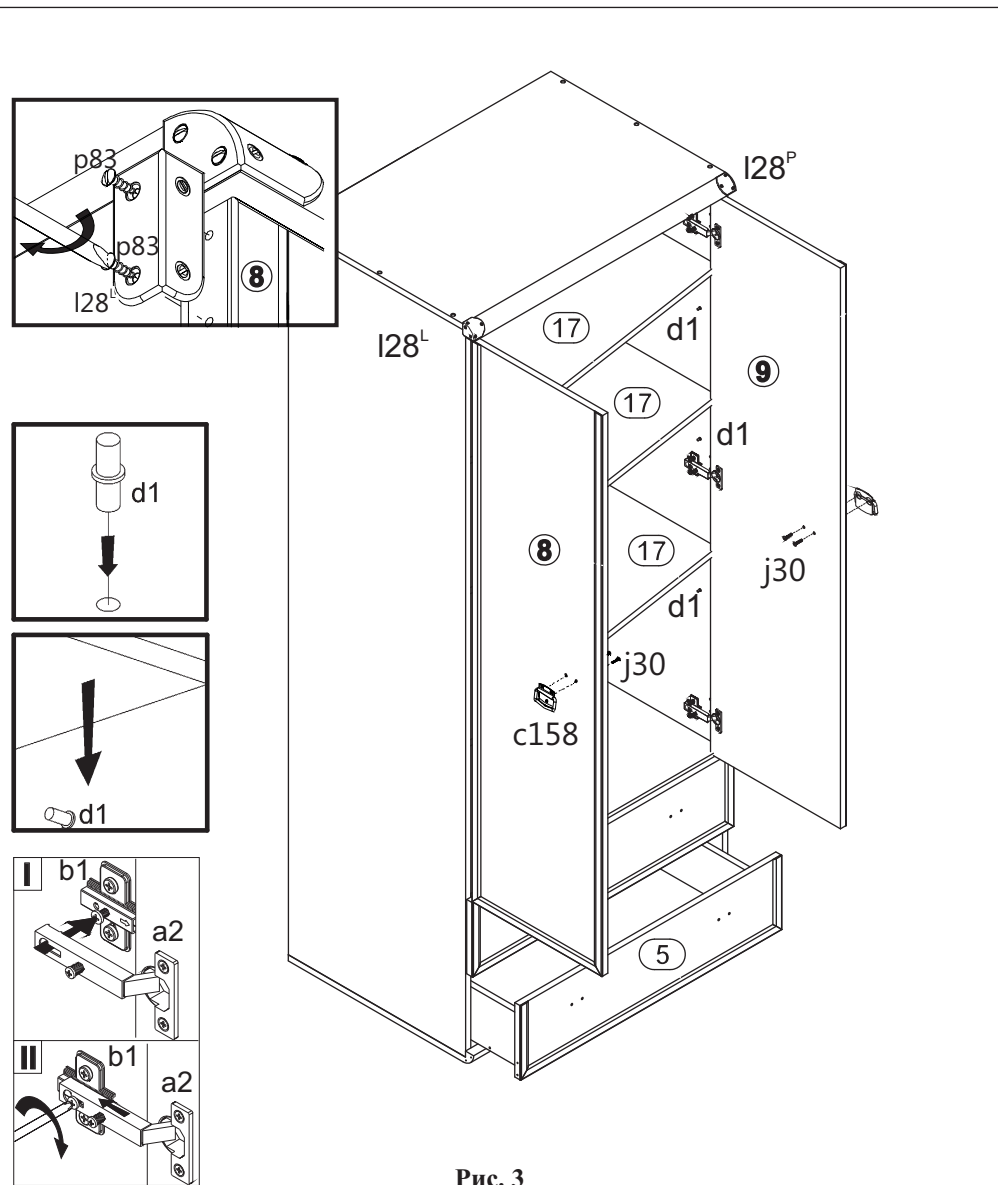
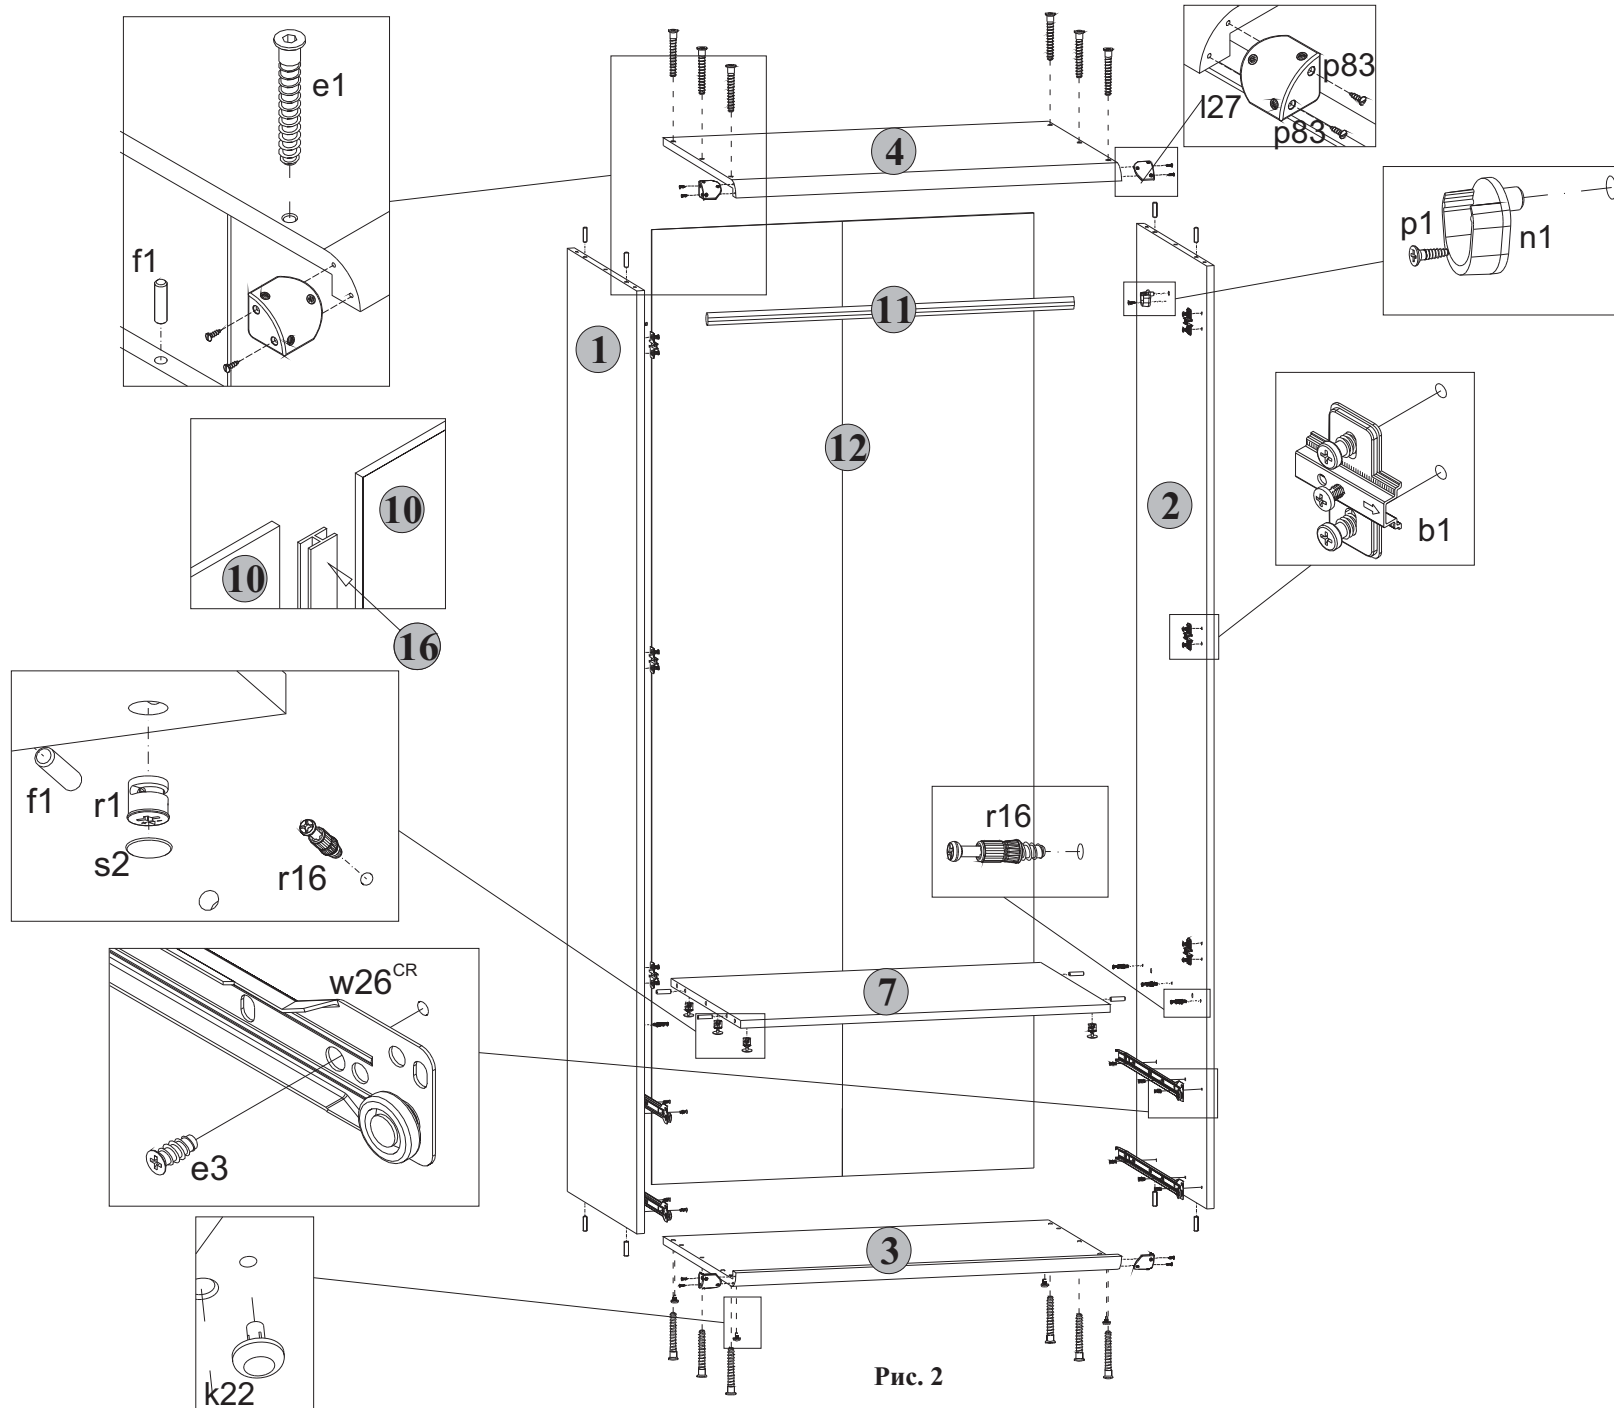

Рис. 3
Рис. 2
5.26 Положить двери 8 и 9 фасадной поверхностью вниз на ровную поверхность. Закрепить на дверях петли шарнирные a2, пользуясь крестообразной отверткой (см.рис.3).
5.27 Навесить двери на корпус шкафа, совместив петли шарнирные a2 с направляющими петель b1 (см.рис.3). При необходимости отрегулировать положение дверей вращая регулировочные винты (см.рис. 2).
5.28 К боковой левой кромке на двери 8 у верхнего угла шурупами p83 закрепить накладку декоративную I28^л, пользуясь плоской отверткой (см.рис. 3).
5.29 К боковой правой кромке на двери 9 у верхнего угла шурупами p83 закрепить накладку декоративную I28^п, пользуясь плоской отверткой (см.рис. 3).
5.30 В отверстия диаметром 5 мм на внутренних поверхностях дверей 8 и 9 вставить шурупы j30, снаружи совместить отверстия ручек c158 с резьбой шурупов и завернуть шурупы j30 пользуясь крестообразной отверткой удерживая ручки (см.рис. 3).
5.31 Для изделия Шкаф JSZF 2d2s установить штангу 11 на штангодержатели n1 (см.рис. 2).
5.32 Для изделия Шкаф JSZF 2d2s с полками установить полки 17 на полкодержатели d1 (см.рис. 3).
5.2 В отверстия диаметром **8 мм** на верхних и нижних кромках стенок боковых **1** и **2**, а также на боковых кромках полки соединительной **7** вбить деревянные шканты **f1** (см.рис. 2).
5.5 В отверстия диаметром **5 мм** над направляющими роликовыми **w26^{CL}** и **w26^{CR}** на внутренних поверхностях стенок боковых **1** и **2** вкрутить винты стяжки **r16**, пользуясь крестообразной отверткой (см.рис. 2).
5.6 Для изделия **Шкаф JSZF 2d2s** в отверстия диаметром **8 мм** на внутренних поверхностях стенок боковых **1** и **2** вставить штангодержатели **n1** и закрепить шурупами **p1**, пользуясь крестообразной отверткой (см.рис. 2).
Для изделия **Шкаф JSZF 2d2s с полками** в отверстия диаметром **5 мм** на внутренних поверхностях стенок боковых **1** и **2** вставить полкодержатели **d1** (см.рис. 2).
5.7 На нижней поверхности полки соединительной **5** в отверстия диаметром **15 мм** вставить стяжки эксцентриковые **r1** (см.рис. 2).
5.8 В отверстия диаметром **4,5 мм** на нижней поверхности щита нижнего **3** вставить опоры полимерные **k22** (подпятники) (см.рис. 2).
5.10 К стенкам боковым **1** и **2** присоединить щиты нижний **3** и верхний **4** и стянуть еврошурупами **e1**, пользуясь специальным ключом **z1** из комплекта фурнитуры (см.рис. 2).